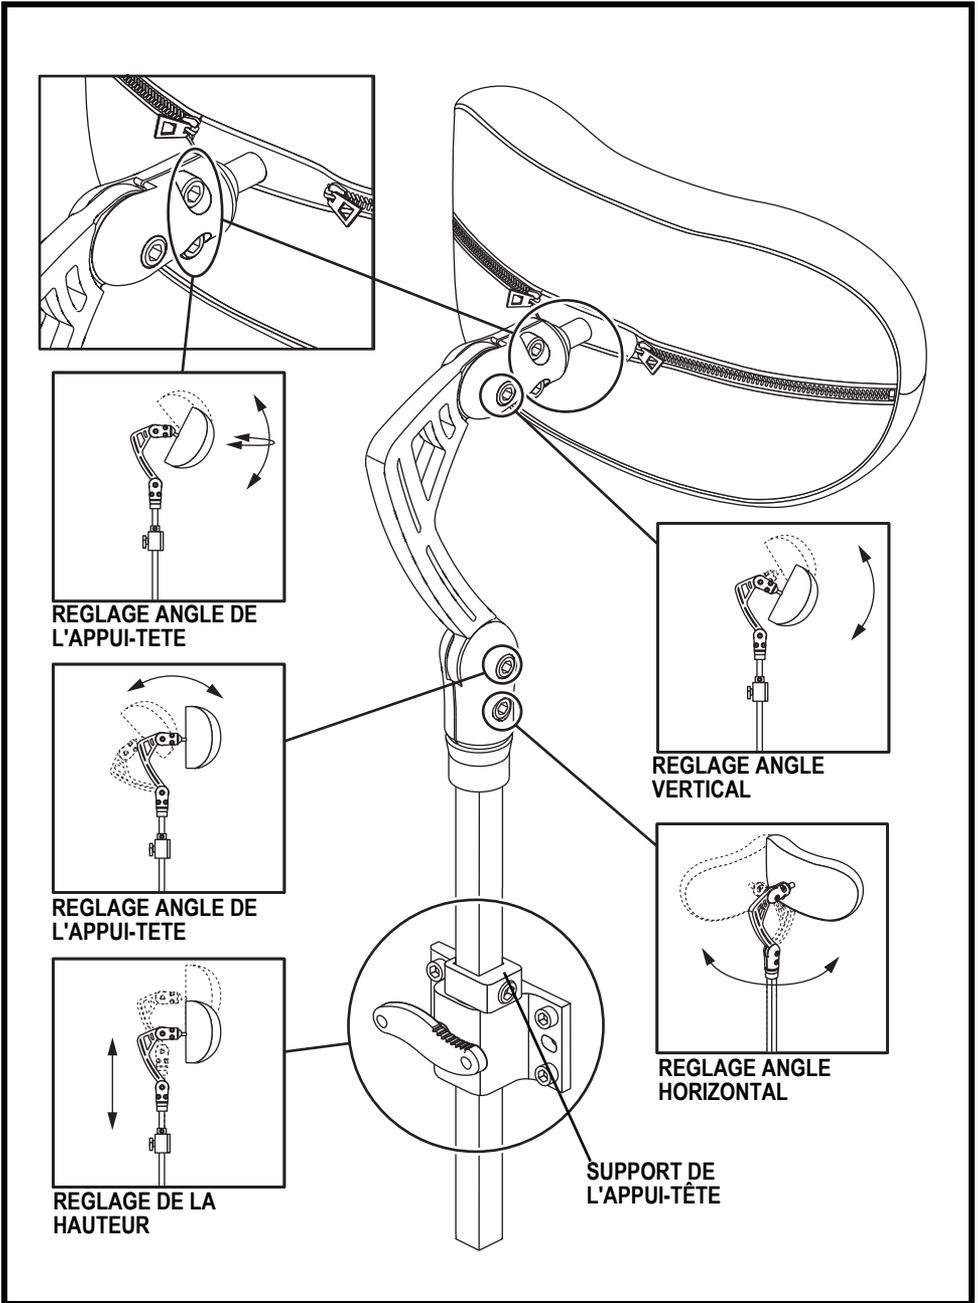

Figure 12. Réglages de l'appui-tête modèle "Quantum"
1. Desserrez les vis de réglage qui correspondent aux réglages désirés. **Voir la figure 12.**